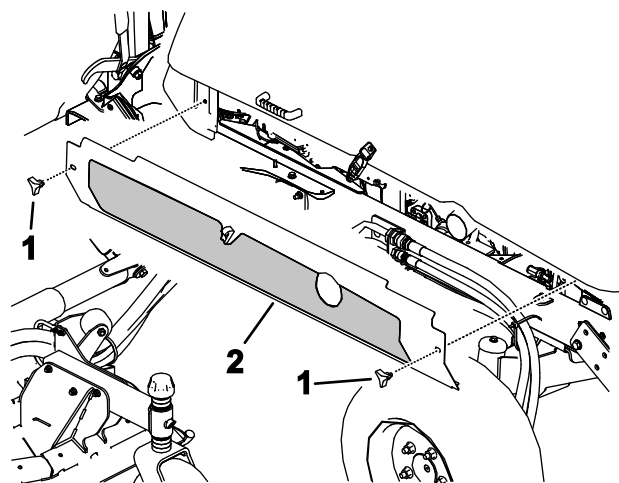

Figura 101
4. Allentate le manopole e rimuovete entrambe le coperture laterali (Figura 101).
5. Montate le coperture laterali (Figura 101).